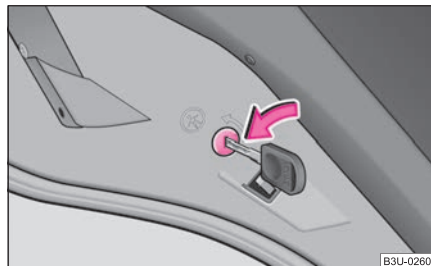

Fig. 21 Protection pour les enfants dans les portes arrière
- Tournez la fente dans la portière arrière dans le sens de la flèche au moyen de la clé du véhicule ⇒ fig. 21.